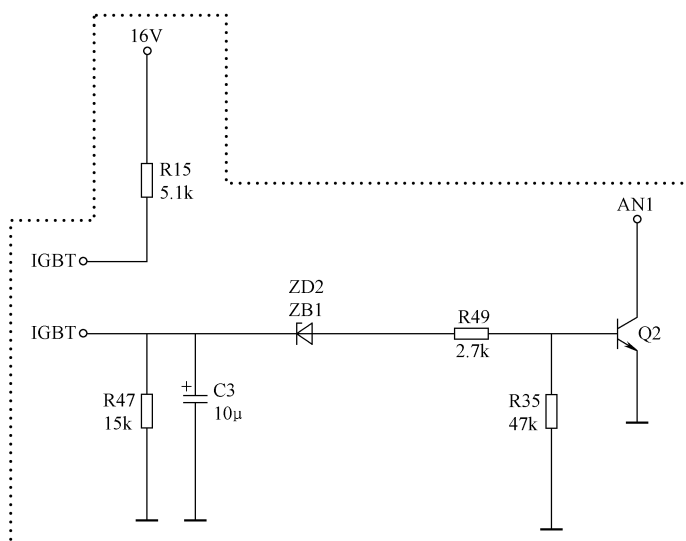

图 4-116 ZD2、Q2、AN1 引脚相关电路截图
**维修笔记** ZD2、Q2、AN1 引脚相关电路截图如图 4-116 所示。